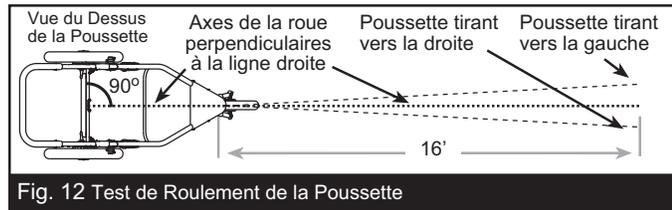

Fig. 12 Test de Roulement de la Poussette
**Remarque importante:** Le réglage de l'alignement ne pourra se faire que lorsque la fourche de la poussette est en position fermée (mode jogging). Effectuez le test de roulement tel qu'il est décrit ci-dessous. Nous vous recommandons d'être à deux afin d'effectuer ce test, pour que la deuxième personne puisse attraper et vous renvoyer la poussette. La Fig. 12 illustre la démarche à suivre pour effectuer ce test de roulement.
d. Si la poussette tire de façon constante vers la gauche ou vers la droite alors qu'elle est poussée droite, passez aux étapes ci-dessous, ceci jusqu'à ce que l'alignement soit satisfaisant. La Fig. 12 illustre la manière d'interpréter les résultats.